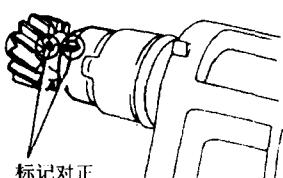

图7 分电器主动齿轮与分电器盖上标记对齐
**注意：**应将分电器主动齿轮与分电器盖上的标记对齐（见图7）。如果标记未对齐，则在分电器盖每分火头相应位置做上标记。